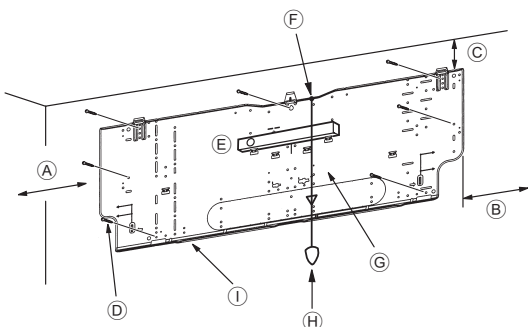
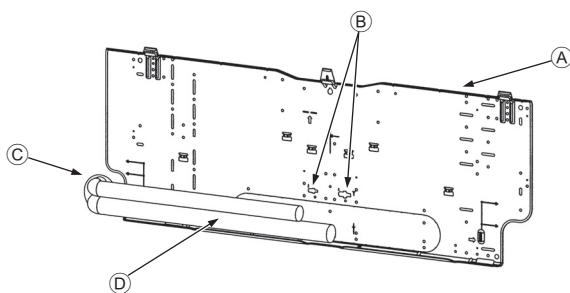

Fig. 3-4
Fig. 3-5
■ PKFY-P-VKM-E (Fig. 3-4)
- (A) Min. 120 mm (617,6 mm of meer bij installatie van optionele afvoerpomp)
- (B) Min. 220 mm
- (C) Min. 70 mm (130 mm of meer bij installatie van een leiding links, linksachter of links onder en optionele afvoerpomp)
- (D) Bevestigingsschroeven (4 x 25) ②
- (E) Niveau
- (F) Bevestig een draad aan het gat.
- (G) Plaats de waterpas tegen de horizontale referentielijn van de ophangplaat zodat het apparaat waterpas hangt. Hang een gewicht aan de draad en lijn deze uit met ▽ EPK van de ophangplaat.
- (H) Gewicht
- (I) Ophangplaat ①
3.3. Bij het inbrengen van de pijpen in de muur (Fig. 3-5)
- (A) Ophangplaat ①
- (B) Referentiemarkering voor verbinding
- (C) Door gat
- (D) Leidingen in muur